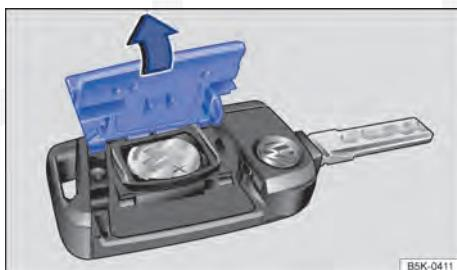

Fig. 24 Chave do veículo: abrir a cobertura do alojamento da bateria.
- Remover a cobertura no lado posterior da chave do veículo com um objeto adequado, por exemplo, uma moeda, ⇒ Fig. 24 no sentido da seta ⇒ ①.
- Posicionar a cobertura conforme indicado ⇒ Fig. 24 e pressionar no sentido contrário ao da seta sobre a carcaça da chave do veículo até encaixar.